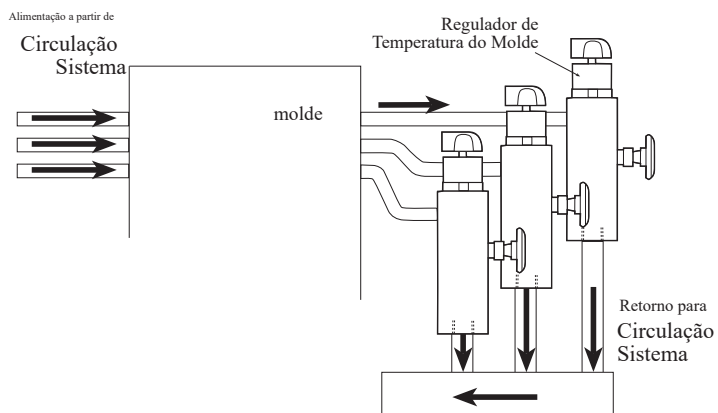

figura 3
Para controlar várias zonas em temperaturas diferentes, conecte um regulador a cada zona separada, conforme mostrado na figura 3.
- Há calor excessivo no molde; separe os circuitos (se estiver usando um coletor) e utilize um regulador por linha de resfriamento. Consulte a figura 3.